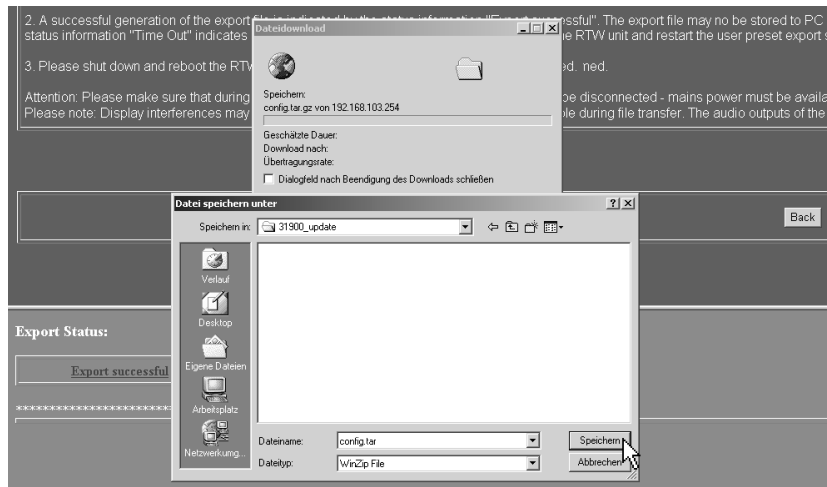

Bild 8-17: Bestimmung des Speicherortes für die Export-Datei
- Wählen Sie im jetzt erscheinenden Dialogfeld „Datei speichern unter“ den Ordner (z. B.: „C:\31900_Update“) aus, in dem die Export-Datei „config.tar.gz“ abgelegt werden soll (siehe Bild 8-17).